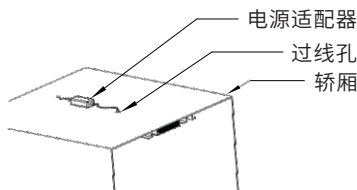
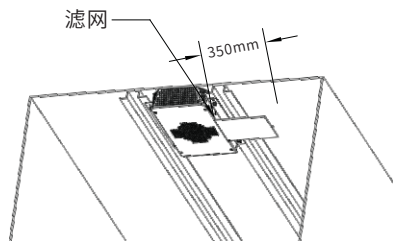

图6.11 明、暗装轿厢顶部走线示意图
图6.12 暗装维护空间示意图
- 请预留顶部走线和操作空间，并且过线孔直径建议不小于20mm；如图6.11。为了方便维护，滤网侧空间至少要有350mm，如图6.12、6.13。